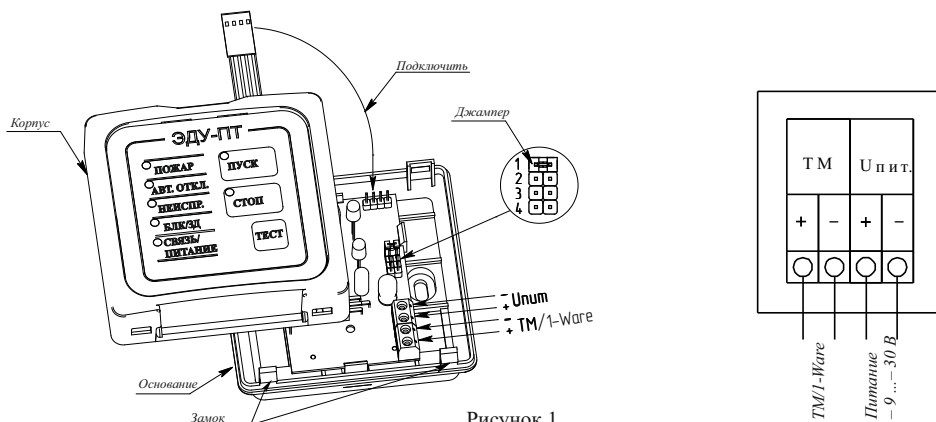

Рисунок 1
**ВНИМАНИЕ! ПРИ СНЯТИИ КОРПУСА АККУРАТНО ОТСОЕДИНИТЬ ШЛЕЙФ ОТ РАЗЪЕМА** (рисунок 1).